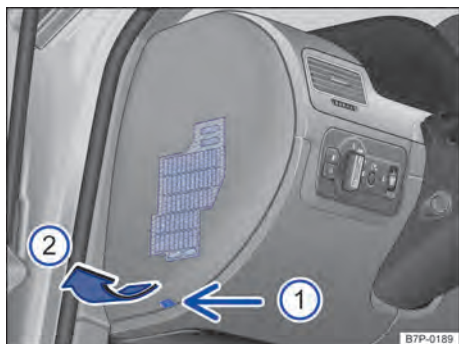
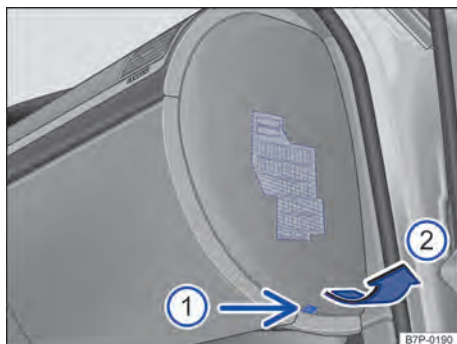

Fig. 291 No painel de instrumentos à esquerda: remover a cobertura da caixa de fusíveis.
Fig. 292 No painel de instrumentos à direita: remover a cobertura da caixa de fusíveis.
- Introduzir um objeto plano, por exemplo, a chave de fenda das ferramentas de bordo, no entalhe ⇒ Fig. 291 ① ou ⇒ Fig. 292 ① e levantar cuidadosamente a cobertura no sentido da seta ②.